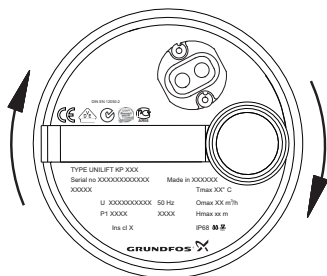

Fig. 9 Direcția de rotație
3. Observați pompa atunci când este pornită. Dacă pompa prezintă mișcări bruște de mică amplitudine în sensul acelor de ceasornic. Vezi fig. 9, direcția de rotație a motorului este corectă. Dacă mișcările bruște sunt în sensul opus acelor de ceasornic, interschimbați două faze în conexiunea la rețea.